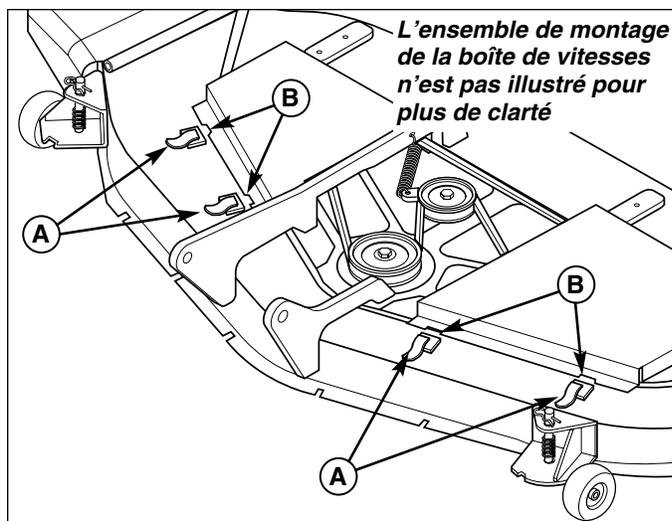

Figure 41. Tondeuse de 137 cm
2. Desserrer les fixations des carters de la courroie (A, figure 41) et retirer les carters de la courroie.
8. Terminer l'installation en reprenant les étapes 1 à 3 à l'inverse. Pour remettre les carters de courroie en place, s'assurer que les encoches d'alignement (B, figure 41) sont bien centrées sur les fixations (A).